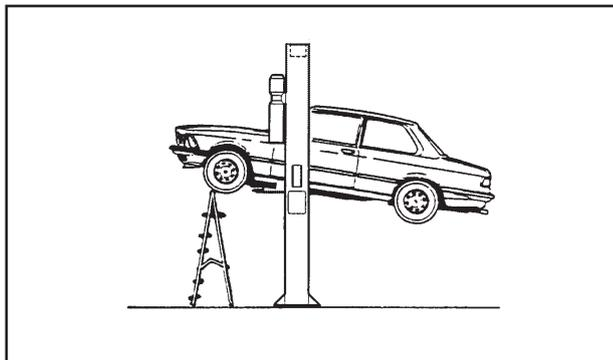

Fig.27
**NON LASCIARE OGGETTI APPOGGIATI ALLE COLONNE O NELLA ZONA DI DISCESA DELLE PARTI MOBILI in quanto si può avere il blocco della discesa, o la caduta del veicolo (Fig.27).**
**NEVER LEAN OBJECTS AGAINST THE POSTS OR LEAVE THEM IN THE AREA WHERE MOVING PARTS ARE LOWERED; this could hamper lowering or cause the vehicle to fall from the rack (fig.27).**